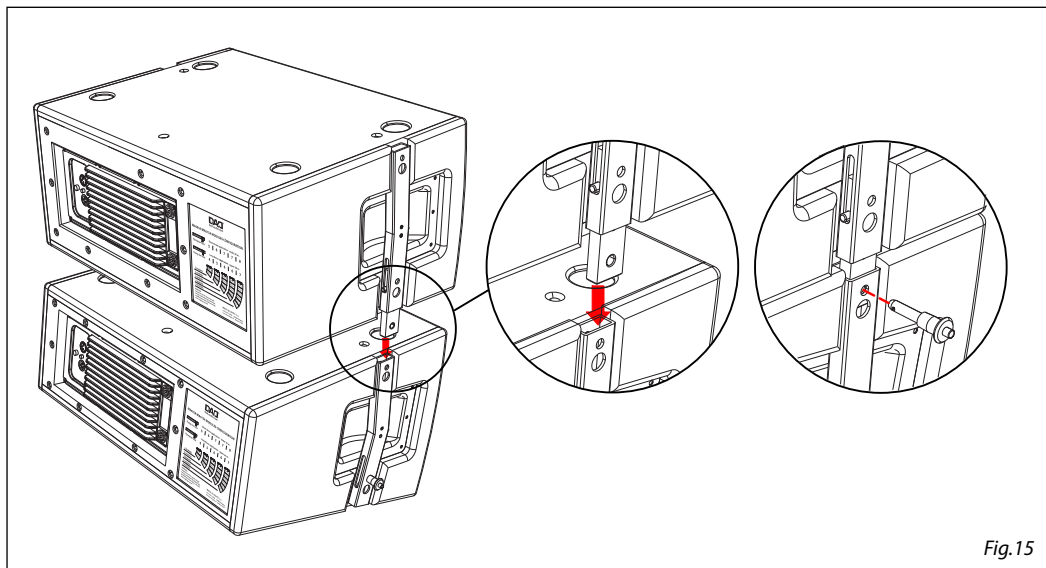

Fig.15
- Bloccare i due diffusori insieme usando l'hardware integrato (fig.15).
- Be sure to lock the two speakers together using the integral rigging hardware (fig.15).